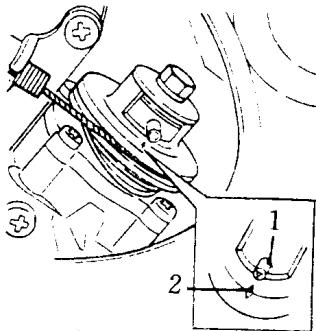
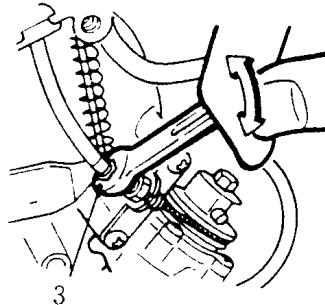

图 1-1-6 检查机油泵标记
图 1-1-7 调整钢索
(2) 化油器和油泵的配合调整：调整对准标记时，一般是根据使用说明书上所规定的节气门开度来进行调整。DX100 车型的具体调整方法是：拆下化油器外壳，转动油门转把，当节气门处在 $1/2$ 开度时，检查机油泵上的标记 1、2 是否对准，见图 1-1-6。如果没有对准，则应调整钢索调整螺母 3，按图 1-1-7 所示操作，直至机油泵上的记号 1、2 对准为止。这样才能保证机油泵与化油器动作的连动。